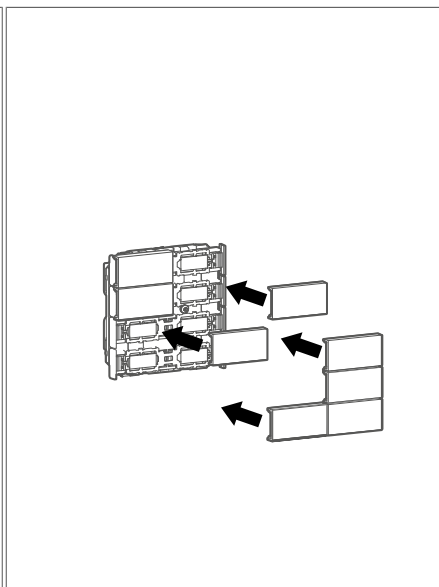

Fig. 12: Montaggio dei pulsanti
- Collegare i pulsanti al modulo dei pulsanti (Fig. 12).